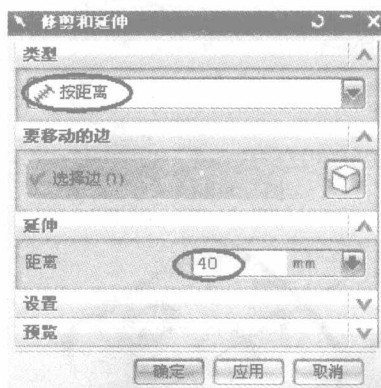
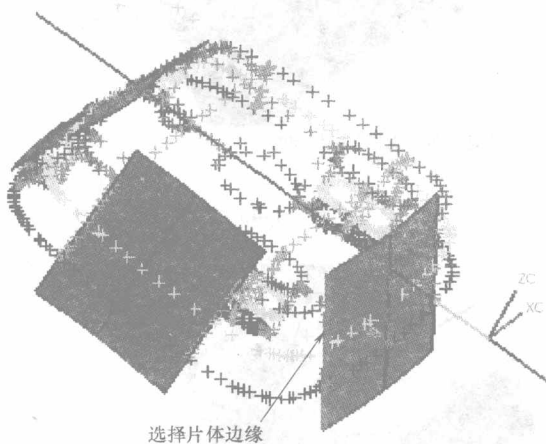
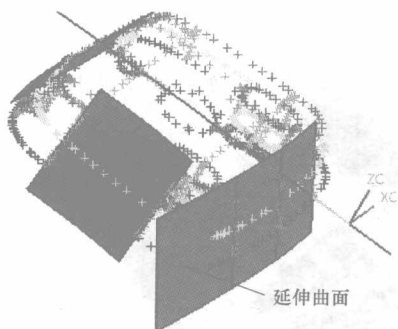

图 1-39
图 1-40
图 1-41
2. 创建修剪和延伸特征 在【曲面】工具条中选择 (修剪和延伸)图标,出现【修剪和延伸】对话框,如图1-39所示,在图形中选择如图1-40所示的片体边缘,在【类型】下拉框中选择按距离选项,在距离栏内输入40,在【延伸方法】下拉框中选择自然曲率选项,点击确定按钮,完成创建修剪和延伸曲面,如图1-41所示。